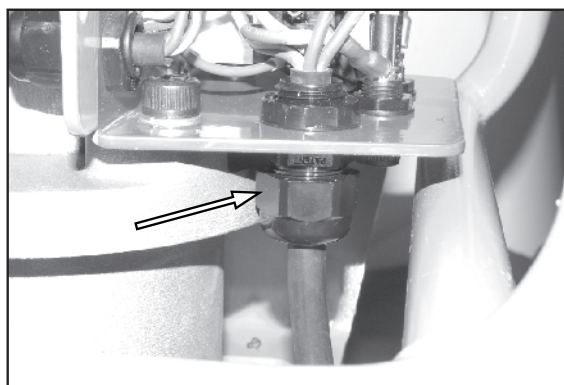

Рис. 17.
2. См. рис. 17. Открутите кабельный ввод.